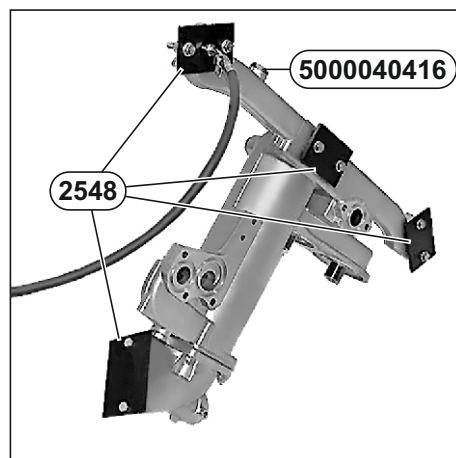

Рис. 69. Контроль теплообменника жидкостно-масляного.
4.11.1.4. Контроль теплообменника жидкостно-масляного. (см. Рис. 69)